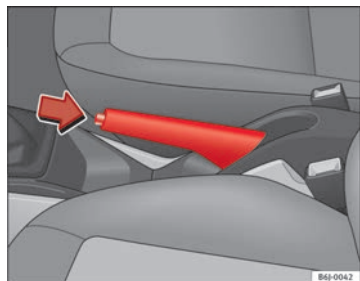

Fig. 119 Il freno a mano, ubicato tra i due sedili anteriori
⇒ **fig. 119**.
- Tenendo premuto (nella direzione indicata dalla freccia ⇒ **fig. 119**) il tasto di sblocco, spostare prima la leva leggermente verso l'alto e poi abbassarla del tutto ⇒ **⚠**.